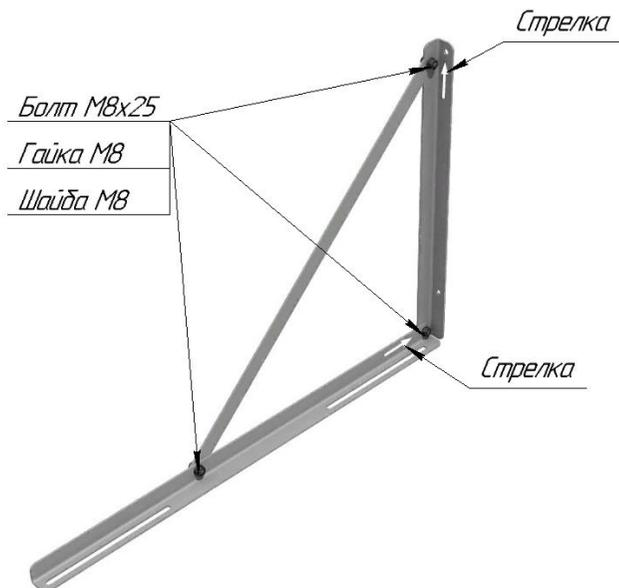

Рисунок 2
1. Собрать левую часть кронштейна, в соответствии указанным стрелочкам на **Рис.2** и на кронштейнах, с помощью Болтов М8х25, Гаек М8 и Шайб  $\varnothing 8$ .